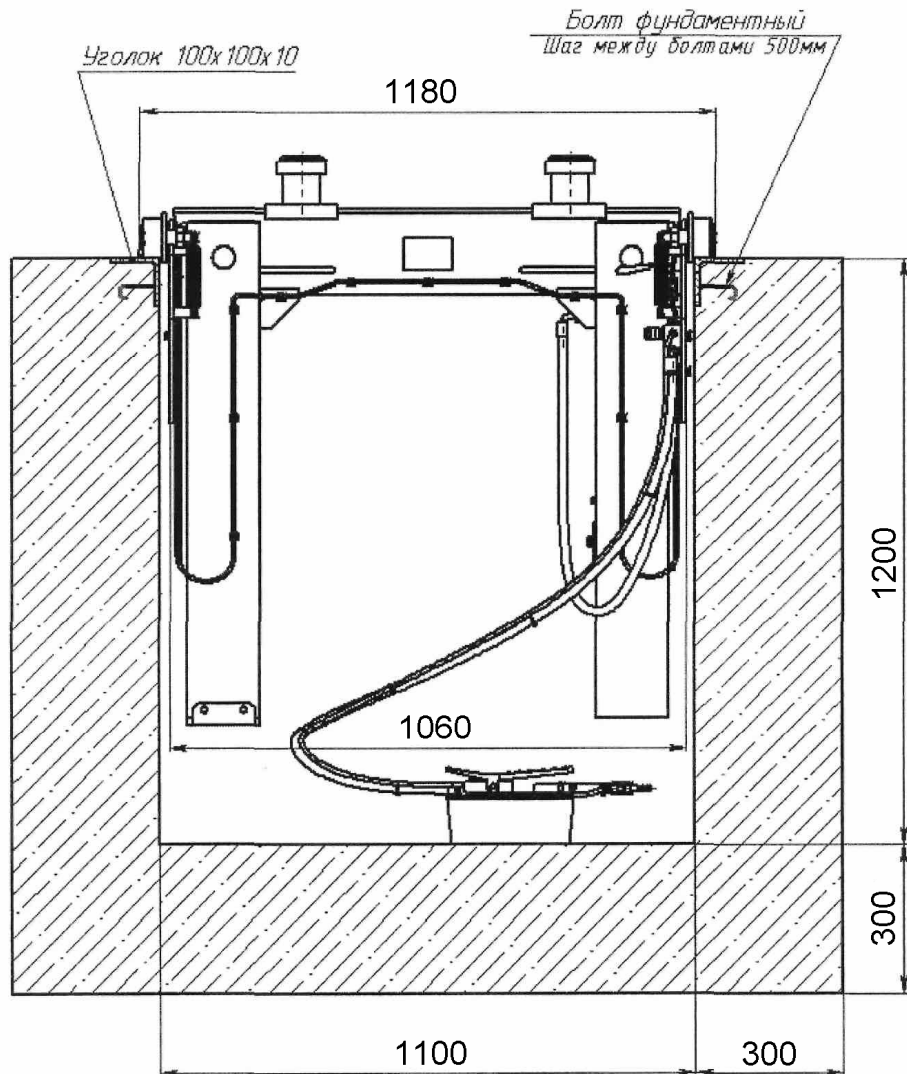

Рис. 2. Монтаж подъемника в канаве
6.1.1. Монтаж подъемника производится в соответствии с монтажным чертежом приведенном на Рис.2.